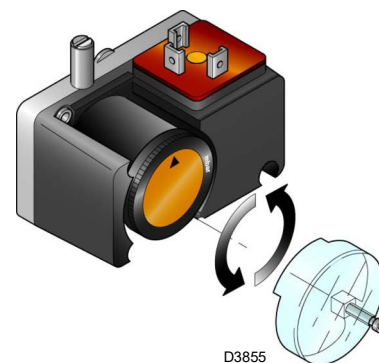

Fig. 30
- Reglați presostatul pentru controlul etanșeității (kit PVP) (Fig. 30 la pag. 31), dacă este montat, în conformitate cu instrucțiunile furnizate cu kitul.
Reglați presostatul pentru controlul etanșeității (kit PVP) (Fig. 30) în conformitate cu instrucțiunile furnizate cu kitul.